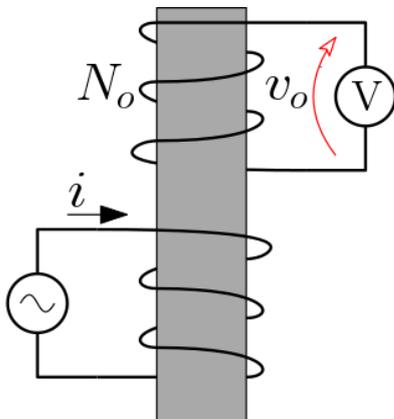

Figura 4.2: Circuito para o item II -
- Utilizando o núcleo de formato **I**, montar o circuito da Figura 4.2. Utilize duas bobinas de 1000 espiras;